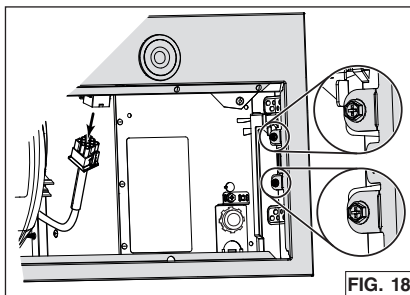

FIG. 18
6. Débrancher le câble du ventilateur de son connecteur situé sur le châssis. Démontez le châssis de la hotte en retirant ses 4 vis de retenue (deux par côté, encerclées dans la FIG. 18) de la coque de l'appareil. Mettre de côté le châssis avec ses vis.